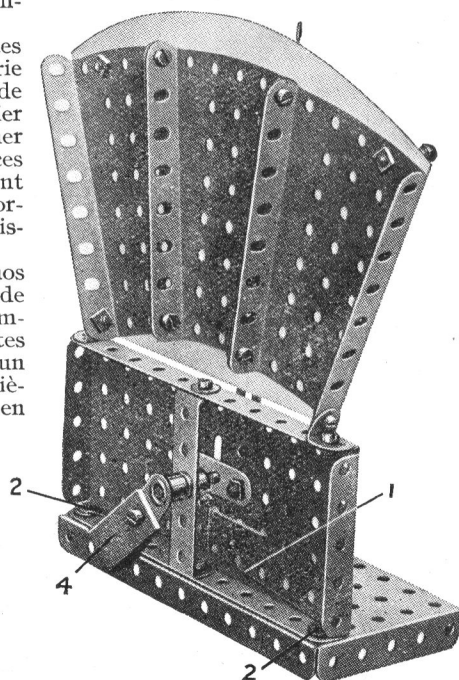

Fig. 8. L'ampèremètre Meccano, vu de derrière.
différents. L'organe essentiel du modèle consiste en un fil de résistance 1 (Fig. 8) qui est tendu entre les Boulons 6 B. A. (2). Ces deux Boulons sont isolés de la Plaque à Rebords de 14x6 cm. formant le socle du modèle à laquelle ils sont fixés. Chacun de ces boulons et relié par un court fil à une Borne isolée 5. Un Collier (dont la cheville taraulée est remplacée par une vis d'arrêt ordinaire) est fixé à la Tringle de 38 mm. 3 qui est passée dans la Plaque à Rebords verticale de 14x6 cm. et dans une Bande Courbée de 60x12 mm. Un bout de fil de cuivre fin, attaché à la vis d'arrêt du Collier, est enroulé plusieurs fois, sur la Tringle 3, et fixé au milieu du fil 1. Le Poids de 25 grammes 4 est boulonné à une Manivelle qui est fixée à la Tringle 3. La position normale de la Manivelle doit être horizontale, de manière à ce que le Poids exerce une tension sur le fil 1. La Manivelle munie de l'aiguille (représentée par une Lisse de Métier, pièce n° 101) est fixée à l'extrémité antérieure de la Tringle 3 dans une position qui fait reposer la Lisse de Métier contre un des Boulons de 19 mm. situés des deux côtés du cadran. Lorsqu'il est traversé par un courant électrique, le fil 1 se réchauffe et se dilate.